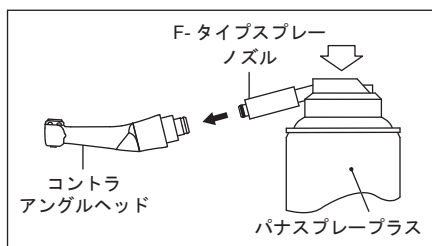

図 11
- 2) スプレーノズルをコントラアングルヘッドの後部に差し込み、2 秒間くらいスプレーします。ノズルの差し込みやコントラアングルヘッドへの押し込みが十分でないと、コントラアングルヘッド内部へオイルが行き渡らなかったり、オイルが逆流したりする場合があります。（図 11）